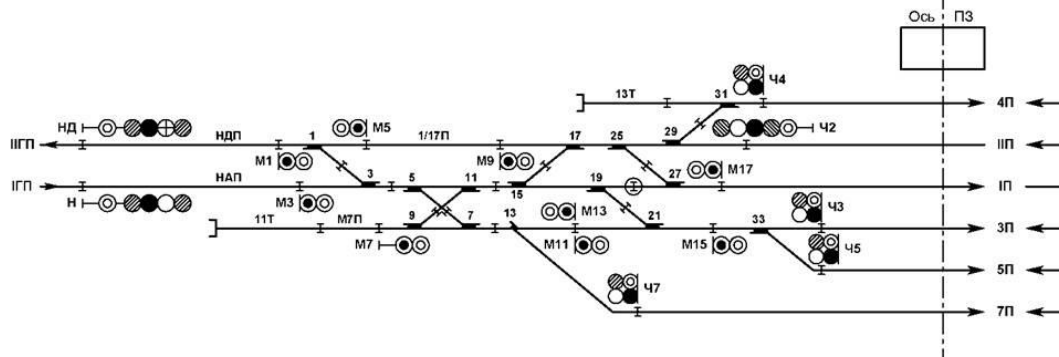

Рисунок 7 – Схематический план горловины станции
12. Дан схематический план горловины станции (Рис. 7). Определить жильность кабеля от поста ЭЦ до napольных объектов СЦБ;